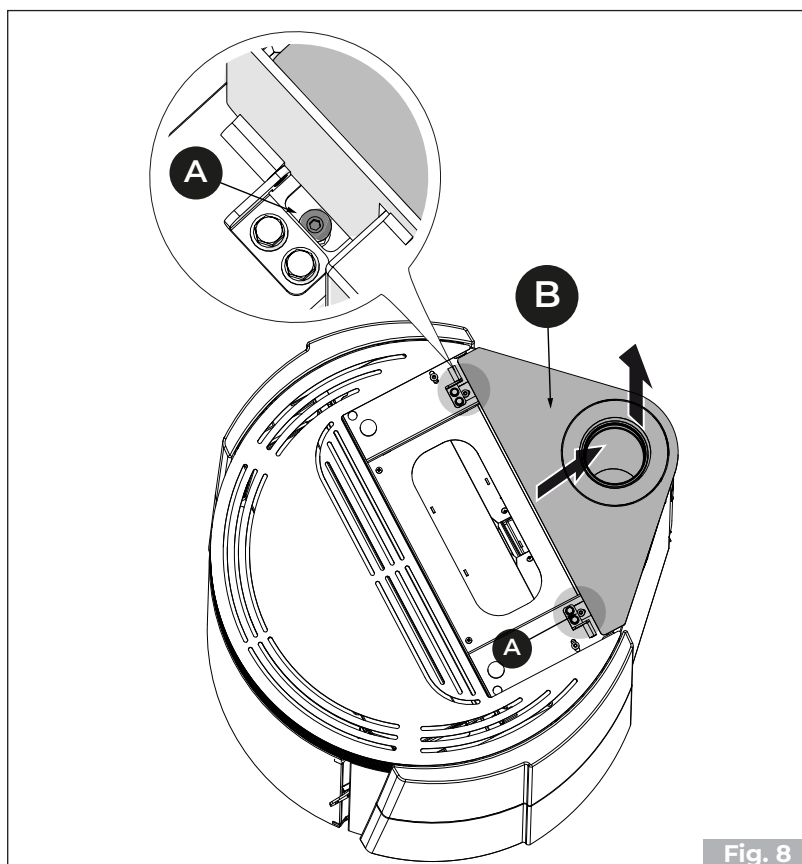

Fig. 8
- Allentare le viti **(A)** ed estrarre il piano **(B)** . **(Fig. 8)**